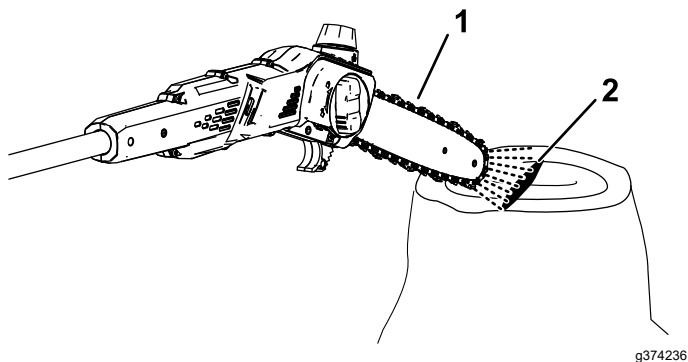

Figure 16
2. Pour vérifier que l'huile arrive jusqu'à la chaîne, dirigez l'extrémité de l'élagueuse à quelques centimètres au-dessus d'une surface (papier, carton, souche, etc.) et démarrez l'élagueuse ; un peu d'huile devrait être pulvérisé sur la surface (Figure 16).